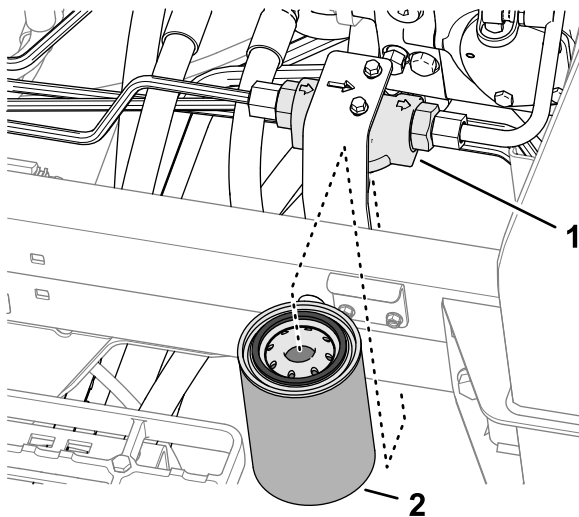

図 150
3. 機体左側で、チャージフィルタの下にオイル受けを置く 図 150。